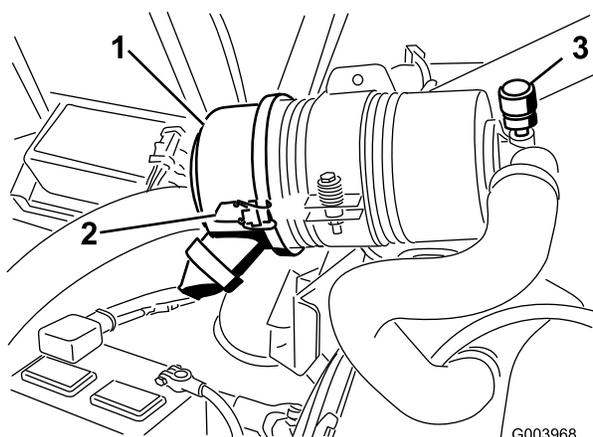

図 60
エアクリーナの整備はインジケータ（図 60）が赤色になってから行ってください。早めに整備を行っても意味がありません。むしろフィルタを外したときにエンジン内部に異物を入れてしまう危険が大きくなります。
1. エアクリーナのカバーをボディーに固定しているラッチを外す（図 60）。